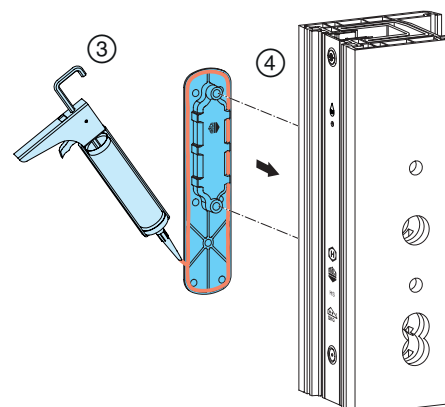

Abb. 40
- ③ Muschelgriff mit Silikon umlaufend abdichten und ④ in Flügelausfräsung positionieren; **Abb. 40.**